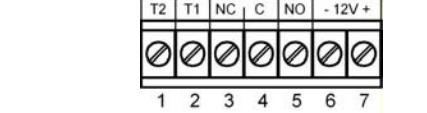

Fig. 4 Terminal block
8. Reliez le fil au bloc terminal. (Fig 4)
#### Connexions de la plaque à bornes (Voir Fig.4).
8. Collegare il cavo alla morsetti (Fig. 4)
#### Descrizione della morsetti (Vedere Fig.4)